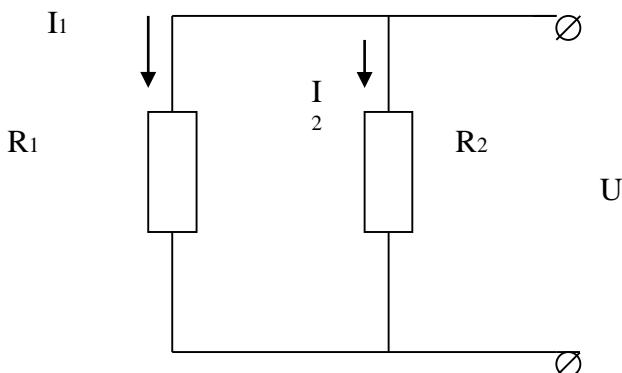

Рис. 1 Параллельное соединение проводников
4.5 По какой формуле определяется общий ток в параллельном соединении резисторов и чему равен общий ток для Рис. 1 «Параллельное соединение проводников»?